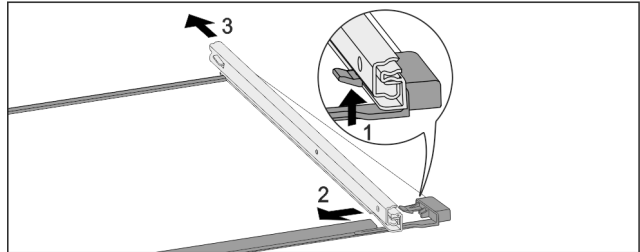

Fig. 263 Glasplatte mit Schienen
- ▶ Vorderrasthaken nach oben drücken. Fig. 263 (1)
- ▶ Auszugsschiene zur Seite Fig. 263 (2) und nach hinten Fig. 263 (3) wegschieben.